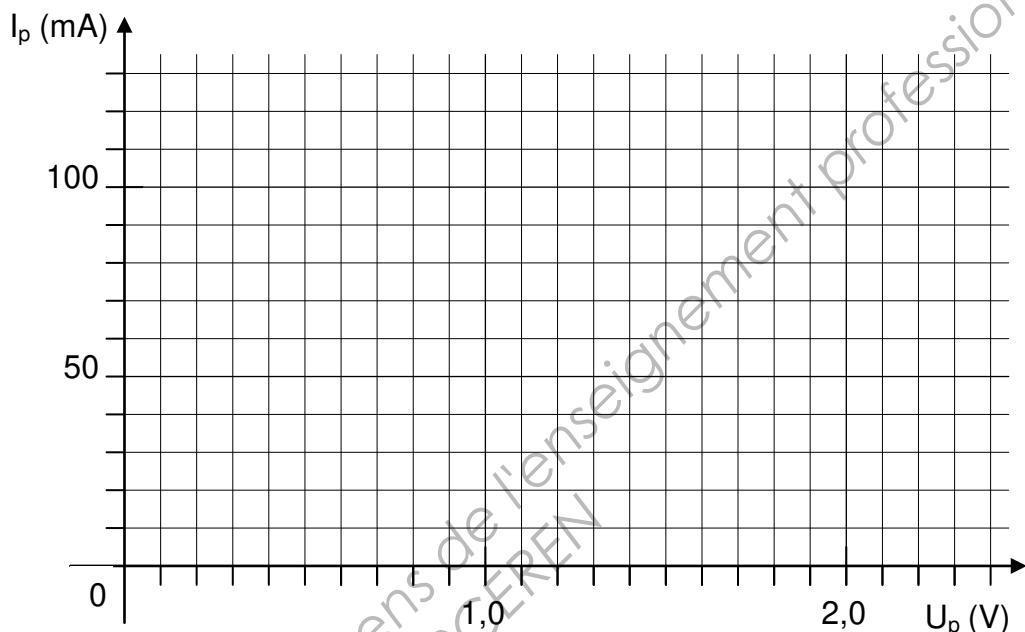

FIGURE 1
A.3 Tracer la caractéristique $I_p(U_p)$ du panneau solaire sur la figure 1.
A.7 Comment sont associées les cellules pour que l'association globale ait pour caractéristique celle de la figure 1 ?